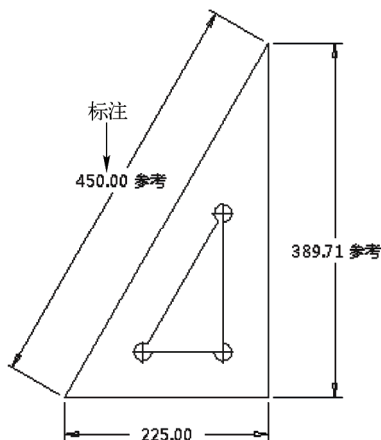

图 4-36 标注其他的参考尺寸
STEP 04 用与上述同样的方法, 标注其他的参考尺寸, 效果如图 4-36 所示。